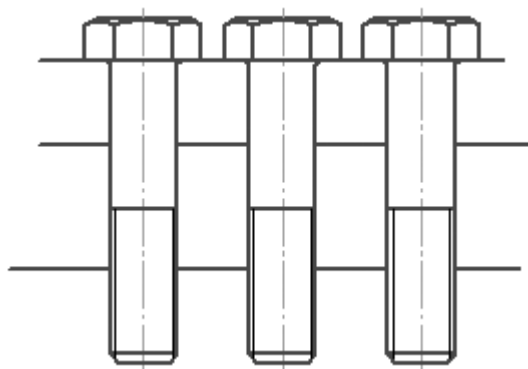

Рис. 2.38. Изображение после удаления лишних кривых
2. По очереди щелкайте кнопкой мыши на тех участках кривой, которые должны быть удалены с чертежа. В результате у вас должно получиться что-то похожее на рис. 2.38. Если вы удалили не тот участок, то можете отменить удаление, выполнив команду Редактор > Отменить или нажав сочетание клавиш Ctrl+Z.